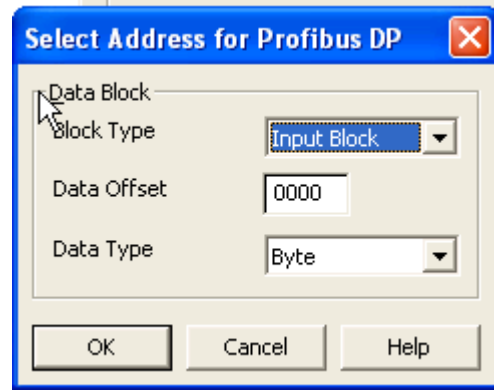

FIG.64: Selezione del tipo di blocco
- Selezionare l'offset dati, che indica l'indirizzo da leggere o scrivere nel blocco. Selezionare il tipo di dati da leggere o scrivere. Ciò definisce il numero di byte per accedere al blocco e ottenere i dati corretti. In questo esempio viene scelto **output block**, con data offset **0** (che indica 256 nel PLC) e una **Word**. FIG.64.